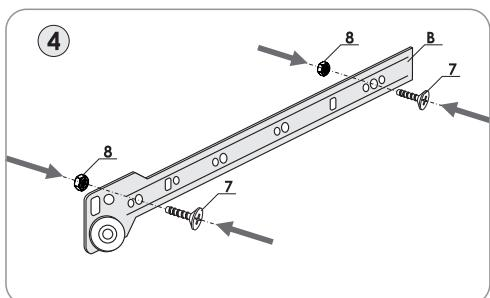

рис. 4.1
- 4.1 Удалите упаковку с направляющих ящика (детали В). В отверстия каждой направляющей вставьте по 2 винта M4x8 и накрутите на них несколько витков гайки M4 (рис.4.1).